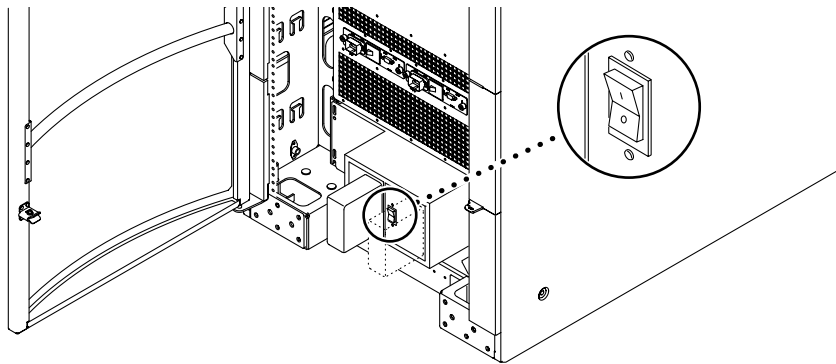

図 3-8 Sun Fire キャビネットの RTS 電源スイッチ
1. 各冗長転送スイッチ (RTS) をオフにします (図 3-8)。